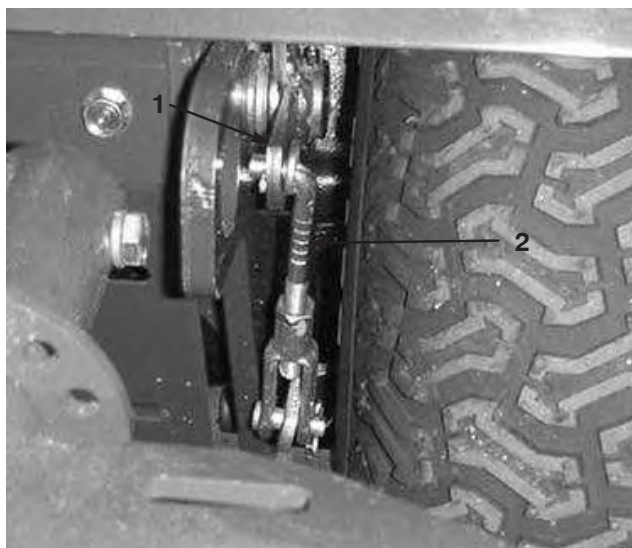

Figure 59
3. Desserrez l'écrou de blocage sur la chape. Retirez la goupille fendue qui fixe le haut de la chape au levier de frein supérieur (Fig. 59). Tournez la chape d'un tour à la fois pour réduire l'écart entre les leviers.